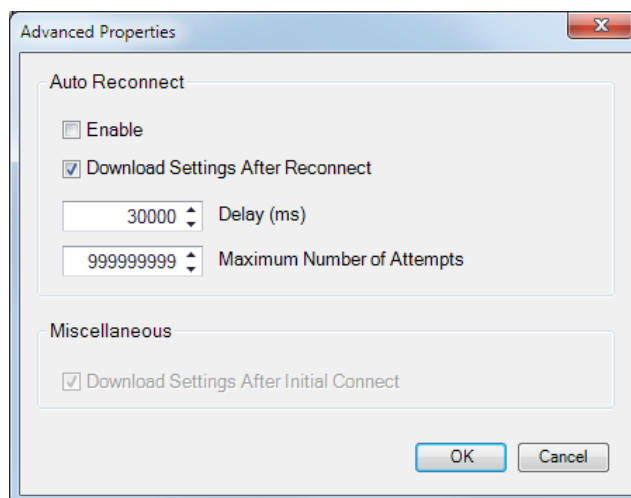

Figure 20-5. Propriétés avancées, Reconnexion automatique
8. Le bouton Avancé affiche la fenêtre suivante. Elle contient des options pour activer la reconnexion automatique, le téléchargement des paramètres après la reconnexion, le délai entre les tentatives (en millisecondes) et le nombre maximal de tentatives. Reportez-vous à la Figure 20-5.